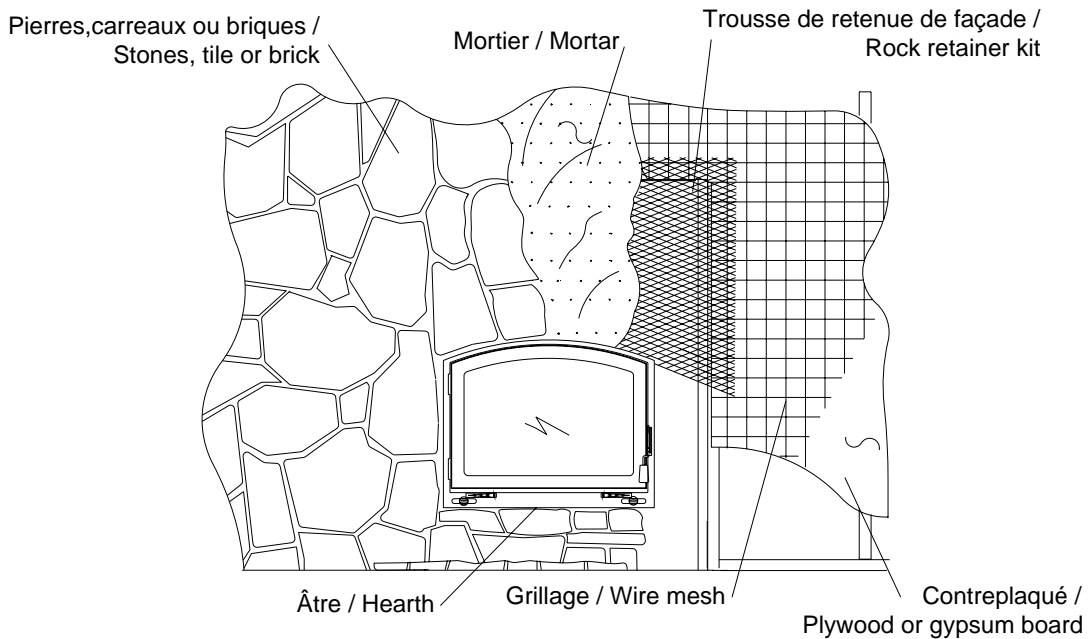

Figure 2 Devanture de maçonnerie / Facing with masonry
4. Using a trowel, apply a thin scratch coat of mortar so that it just fills the holes in the wire mesh. We strongly recommend that you use either a polymer modified thin set mortar or you add an acrylic latex additive to the mortar. This will make the mortar stronger and more resistant to cracking due to the expansion and contraction of the fireplace. Follow the directions on the mortar package and allow the scratch coat to dry fully before applying the facing material using a second coat of the thin set mortar (see Figure 2).
4. À l'aide d'une truelle, appliquez une mince couche de mortier sur toute la surface préparée afin de remplir le grillage. Il est fortement recommandé d'utiliser un mortier de type "mince" à modification inhérente par polymères ou de lui ajouter un additif de latex synthétique. Le mortier sera alors plus fort et plus résistant aux craquements dus aux mouvements de dilatation et de contraction du foyer. Référez-vous aux instructions fournies avec le mortier et veillez à bien laisser sécher la première couche de mortier avant d'appliquer la deuxième couche et le matériau de finition (voir Figure 2).